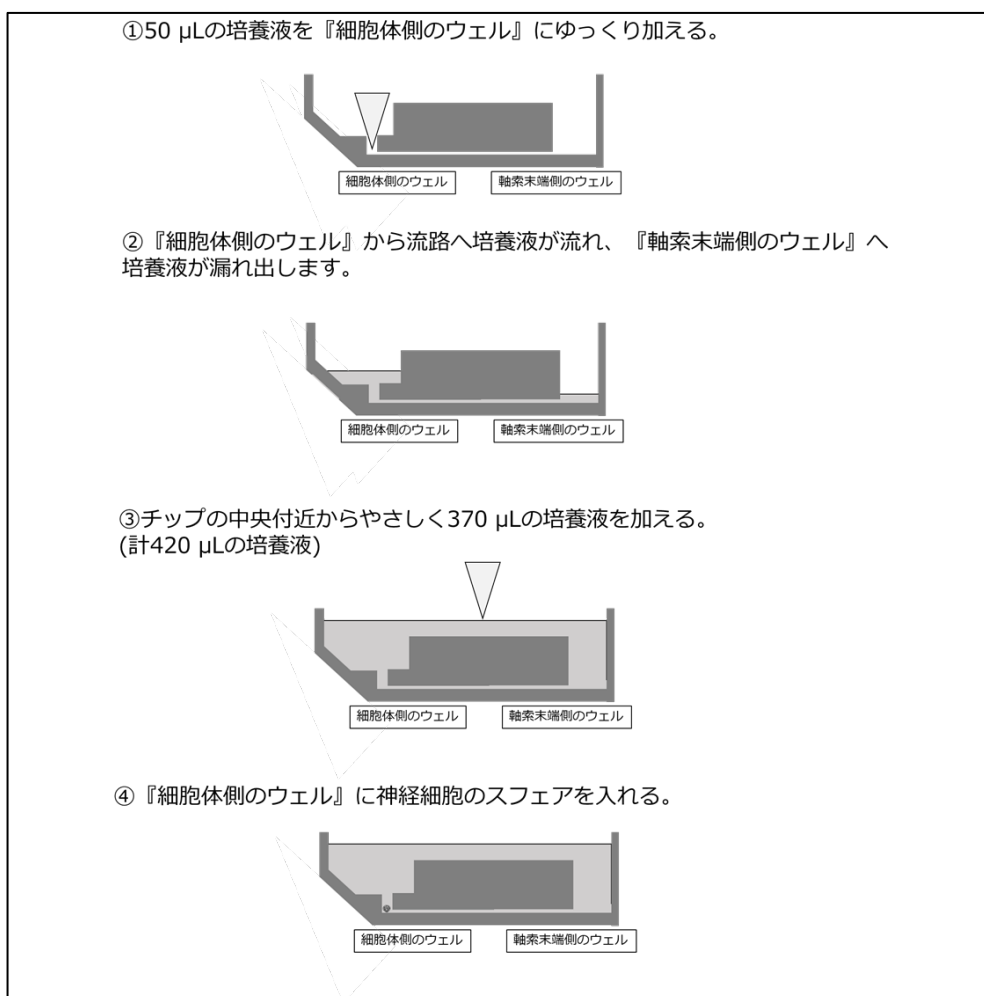

図7. Aチップの断面図、スフェア移行の手順(▽: チップの位置)
- ①『細胞体側のウェル』からゆっくと50 μL の培養液を加えて下さい(図7)。
- ②『細胞体側のウェル』から流路へ培養液が流れ、『軸索末端側のウェル』へ培養液が漏れ出していきます(図7)。
- ③チップ中央付近からやさしく370 μL の培養液を加えて下さい(計420 μL の培養液)(図7)。
- ④『細胞体側のウェル』に神経細胞のスフェアをやさしく入れて下さい(図7)。
- ⑤培養インキュベーターに静置して下さい。